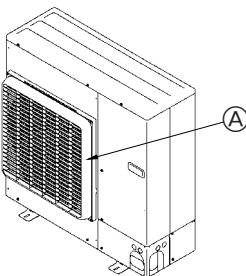

Fig. 2-4
- ② Installare una guida per la bocca di uscita dell'aria opzionale ed una guida per l'aria nel caso l'unità venga installata in un luogo dove i colpi di vento forti causati da un tifone o da fenomeni simili possono penetrare direttamente nella bocca di uscita dell'aria. (Fig. 2-4)